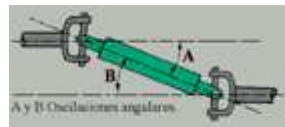

Fig. 50
Permiten oscilaciones angulares (A) y (B) de hasta 25° (**fig. 50**).